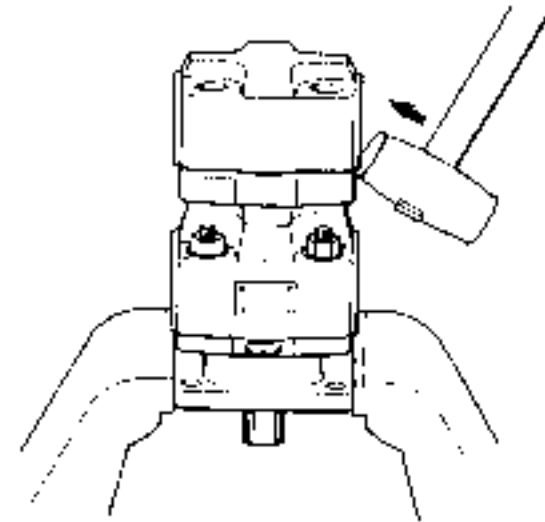

Fig. 4
4. Lightly tap the sides of the flange mounting faces of gear housing ㊨ to separate the housing by approx. 2 mm (0.08 in.) (Fig. 4)
4. キヤハウジング ㊨ のフランジ面の出ている両側を銅ハンマーにて軽く叩き上げ、2mm位のスキ間を作る。(Fig. 4)